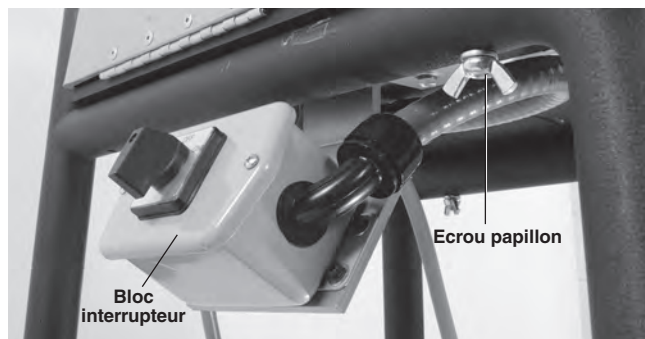

Figure 5 Montage de la rainureuse sur chariot
4. Montez l'ensemble rainureuse/embase sur le chariot à l'aide des quatre (4) boulons de $\frac{3}{8}$ " – 16 x 2½", rondelles et écrous papillon fournis (Figure 5). Positionnez délicatement le bloc interrupteur sous le rail du chariot. Il sera peut-être nécessaire de bouger les jambes du chariot pour aligner l'embase.